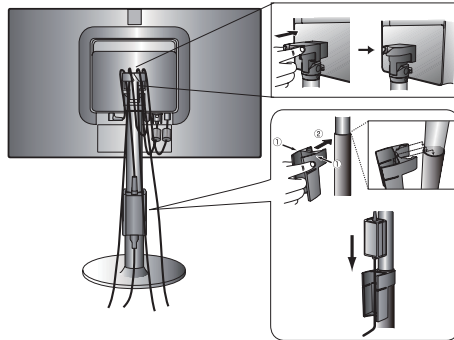
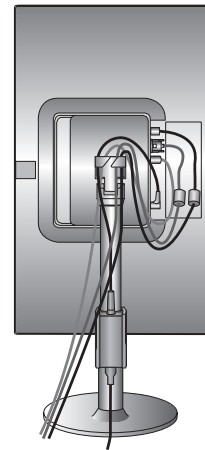

Figura B.2
Figura B.3
5. Coloque el porta-adaptador de CA y el pasacables en el soporte (**figura B.2**).
6. Coloque el cable de señal de vídeo y el adaptador de CA entre los agujeros del pasacables, como se muestra en la **figura B.2/ figura B.3**.
Coloque el adaptador de CA entre los agujeros del porta-adaptador, como se muestra en la **figura B.2**.